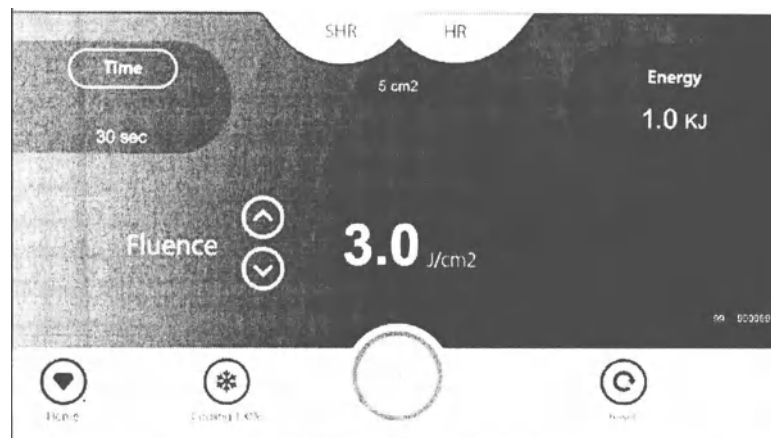

Рисунок 10.5-2: Рабочие экраны модуля SHR Pro (5) охлаждаемого
Главный рабочий экран модуля **SHR Pro (5) с охлаждением** (см. Рисунок 10.5-2) отображается при подключении модуля к системе.